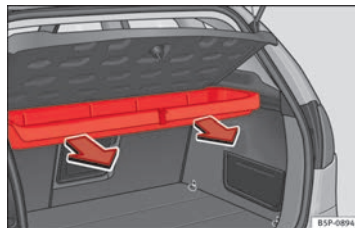

Abb. 118 Ausbau des Ablagefachs.
- Nach außen ziehen, bis das Ablagefach aus den Drehhaltern gelöst ist ⇒ Abb. 118.